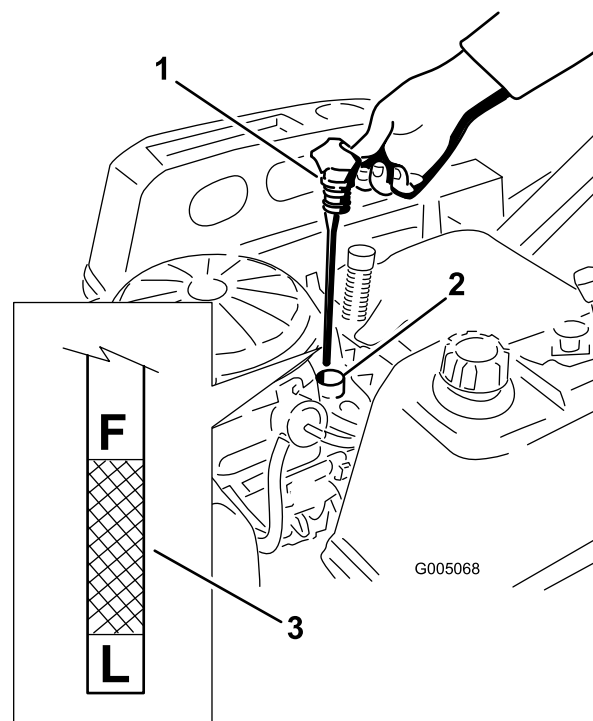

Figura 36
5. Inserte la varilla y presione firmemente para asentarla en su lugar (Figura 36).
6. Retire la varilla y compruebe el nivel de aceite (Figura 36).
9. Retire el tapón de llenado y la varilla (Figura 36).
19. Vierta lentamente un 80% aproximadamente de la cantidad especificada de aceite por el tubo de llenado (Figura 36).
20. Instale el tapón de llenado/varilla y empuje firmemente para asentarlo en su lugar (Figura 36).
21. Compruebe el nivel de aceite (Figura 36); consulte Comprobación del nivel de aceite del motor (página 32).
23. Instale el tapón de llenado/varilla y empuje firmemente para asentarlo en su lugar (Figura 36).